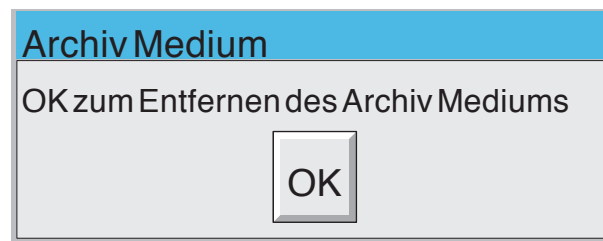

Abbildung 2.4.1b Meldung 'OK zum Entfernen des Archiv Mediums'
3. Die Archivierung wird unterbrochen, der interne Magnetschalter öffnet und gibt die Klappe zum Öffnen frei. Auf dem Bildschirm erscheint die Meldung 'OK zum Entfernen des Archiv Mediums' (Abbildung 2.4.1b).
- b) Betätigen Sie nicht die 'Löschen' Taste (die Warnung verbleibt auf dem Bildschirm), wird die Archivierung nach Beenden des Archivs automatisch unterbrochen und die Klappe für 5s entriegelt, damit Sie das Medium entfernen können. Die Meldung wechselt auf 'OK zum Entfernen des Archiv Mediums' (Abbildung 2.4.1b). Bei angeforderter Archivierung wird diese Meldung von der Meldung 'Angeforderte Archivierung beendet' überdeckt.